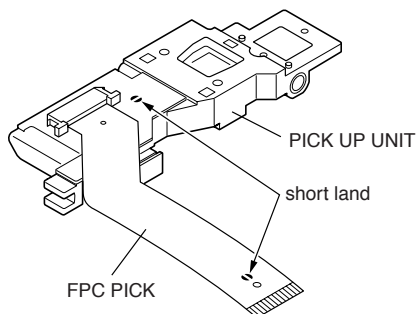

Fig. 6-8
1. O/W HD リード線固定用のテープ ④⑦ をはがす。
2. O/W HD リード線 ⑤① をPCB CONTROL BLK ④⑤ より外す。
4. FPC PICK ④⑧ のショートランド (Fig. 6-8) を半田にてショートする。
5. FPC PICK ④⑧ をPCB CONTROL BLK ④⑤ のコネクタより外す。
6. ネジ ⑤⑥ 2 本を外し、PCB CONTROL BLK ④⑤ を外す。
7. SW NOB (L) ④⑨、SW NOB (S) ⑤⑩ を外す。
8. ネジ ②③ 2本と ③② 2本を外し、LID HOLD BKT ④⑥ を外す。
9. ネジ ②③ を外し、LID HOLD ⑥⑧ を外す。
10. ネジ ②③ 2 本を外し、TOP PLATE ③⑥ を外す。
11. ネジ ②④ を外し、O/W HD ②⑤ を外す。
12. HOLDER A/SPG ④④ を外す。
13. ネジ ③② 2 本を外し、SIDE BKT (R) ③① を外す。
14. INSULATOR ⑤④ 2 コを外す。
1. Solder the short land (Fig. 6-8) on the PICK UP UNIT ⑮ and disconnect the FPC PICK ④⑧.
2. Unscrew the screw ②① and remove the SLED BASE ⑰.
1. PICK UP UNIT ⑮ のショートランド (Fig. 6-8) を半田にてショートし、FPC PICK ④⑧ をコネクタより外す。
2. ネジaを外し、SLED BASE ⑰を外す。